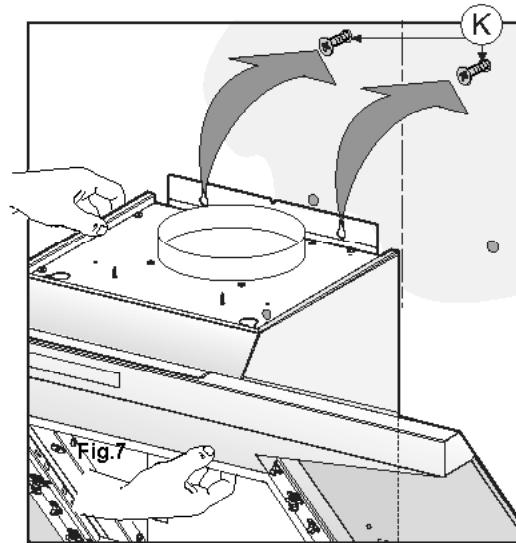

Fig. 7
- Навесьте вытяжку на стену, выравнивая ее в горизонтальном положении, и завинтите шурупы **K** (рис. 7).